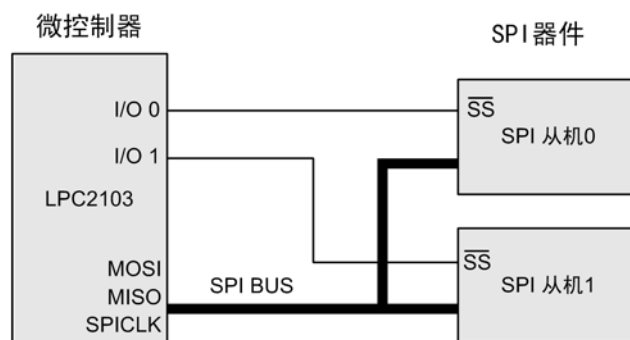

图 4.32 SPI 总线配置
如图 4.32所示为基于LPC2103 主机的SPI总线配置。一个SPI总线可以连接多个主机和多个从机，但是在同一时刻只允许有一个主机操作总线。在数据传输过程中，总线上只能有一个主机和一个从机通信。在一次数据传输中，主机总是向从机发送一个字节数据(主机通过MOSI输出数据)，而从机也总是向主机发送一个字节数据(主机通过MISO接收数据)。**SPI总线时钟是由主机产生的。**
- SPDR——SPI 数据寄存器。用于发送和接收数据, 在发送时向 SPI 数据寄存器写入数据。串行数据的发送和接收通过内部移位寄存器来实现。写数据时, 数据寄存器和内部移位寄存器之间没有缓冲区, 写 SPDR 会使数据直接进入内部移位寄存器, 因此数据只能在上一次数据发送完成之后写入该寄存器。读数据是带有缓冲区的, 当传输结束时, 接收到的数据转移到一个单字节的数据缓冲区, 读 SPI 数据寄存器将返回读缓冲区的值。SPI 数据传输方向如图 4.32 所示;